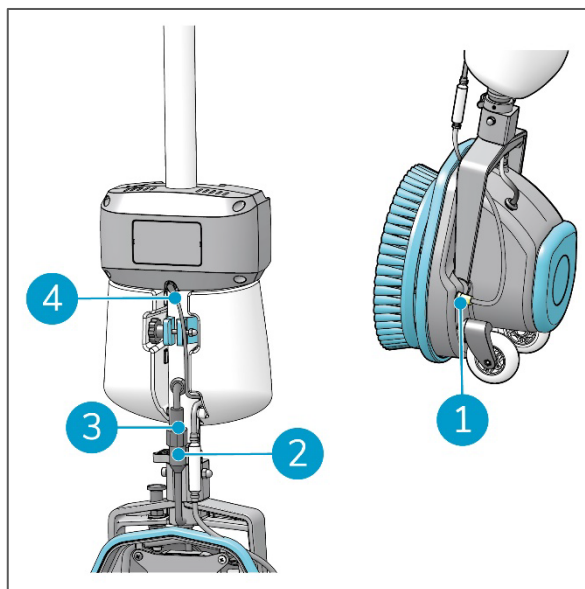

Figure 15
4. Insérez l'adaptateur de tuyau dans le connecteur (Figure 15, POS 1).
5. Insérez l'articulation bout à bout du moteur (Figure 15, pos 2) et serrez l'écrou (Figure 15, POS 3).
6. Insérez la prise d'alimentation de la pompe du réservoir (Figure 15, POS 4).